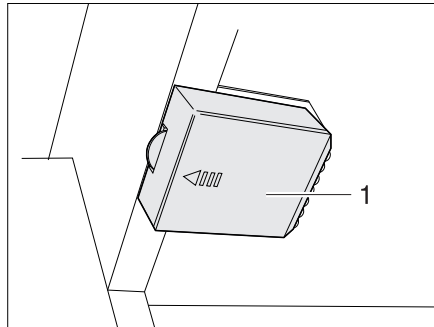

Bild 297 Kleiderschrankleuchte mit LED, Batteriefach geschlossen
- Deckel (Bild 297,1) in Pfeilrichtung aufschieben.